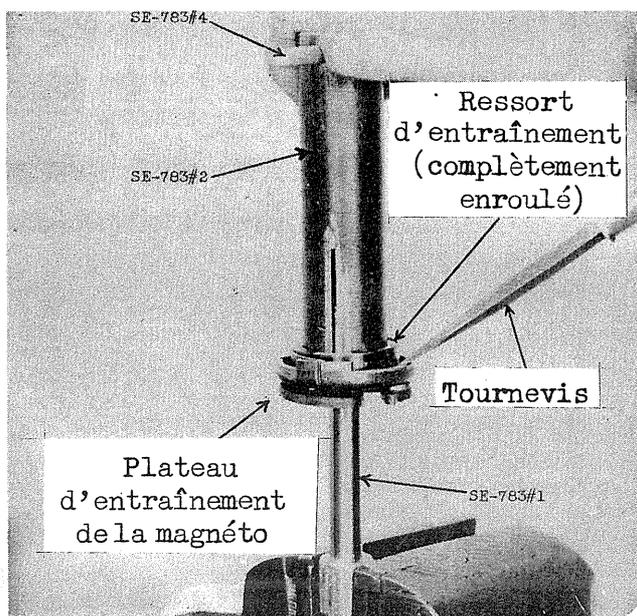
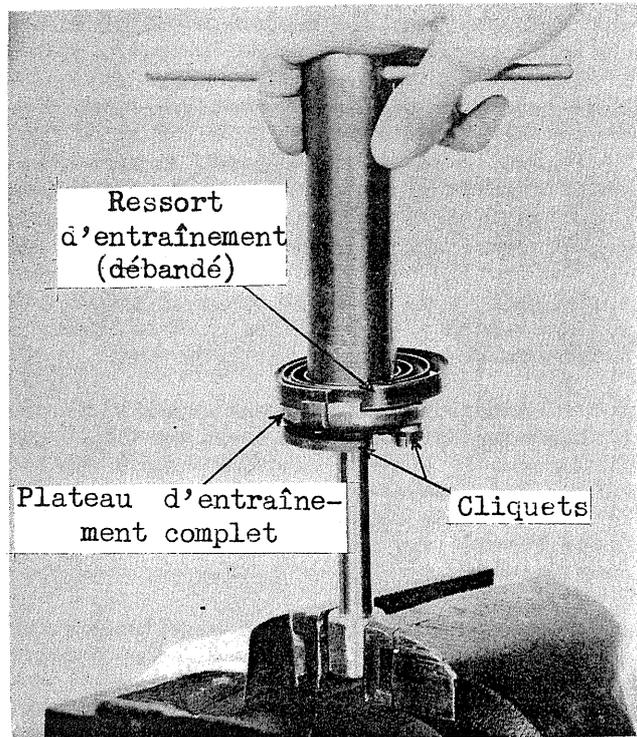

FIGURE 51 - DÉMONTAGE DU RESSORT D'ENTRAÎNEMENT.
FIGURE 52 - RESSORT D'ENTRAÎNEMENT DÉTENDU.
6. Quand un ressort d'entraînement est cassé, l'impulseur n'entraîne plus et retarde automatiquement l'étincelle. Pour enlever le ressort mettez l'outil SE-78I n° 1 qui bandera le ressort dans un étau, comme indiqué sur la figure 51. Coincez le crochet intérieur du ressort d'entraînement dans la fente de l'outil SE-783 n° 2, et enroulez le ressort autour de l'outil en tournant celui-ci dans le sens des aiguilles d'une montre. Faites sortir le ressort en appliquant un tournevis comme indiqué. Laissez le ressort se dérouler lentement jusqu'à ce qu'il prenne la position indiquée par la figure 52. Vous pouvez alors le prendre avec vos doigts.